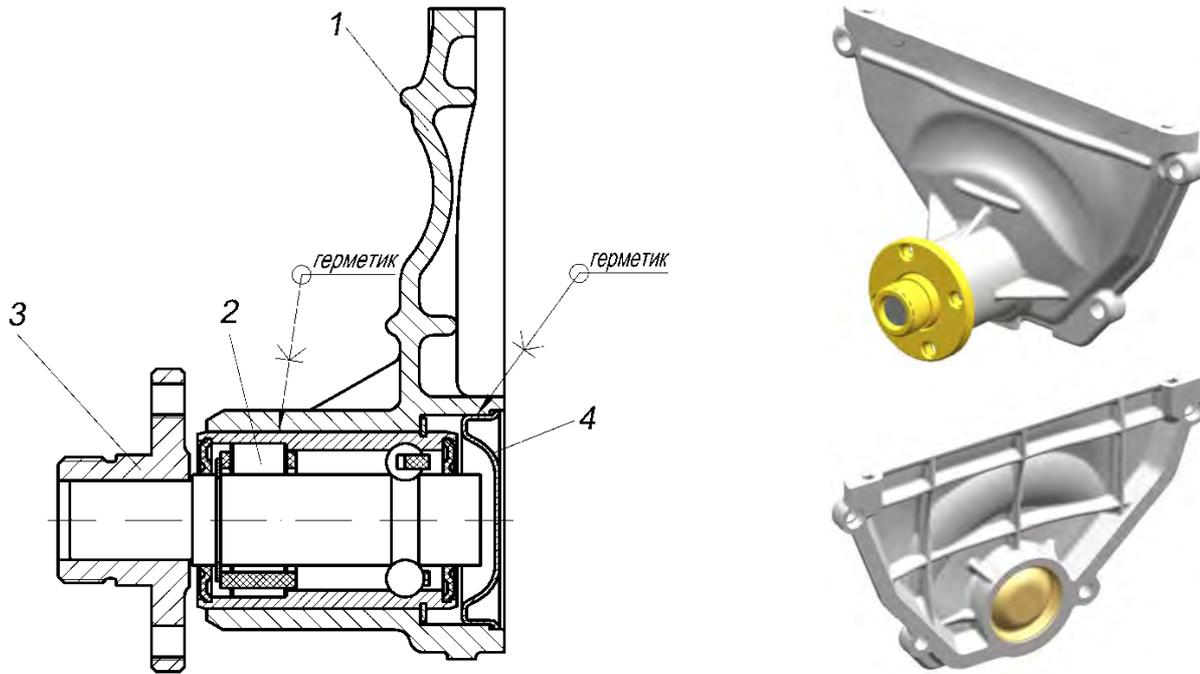

Abb. 38. Lüfterunterstützung:
**Lüfterunterstützung** (Abb. 38) - kombiniert mit der vorderen Zylinderkopfhaube. In der aus einer Aluminiumlegierung gegossenen Frontabdeckung 1 des Zylinderkopfes ist auf einem anaeroben Dichtmittel ein kombiniertes Speziallager 2 mit doppelseitiger Dichtung eingebaut, auf dessen Rolle die Nabe 3 der Lüfterscheibe gepresst wird. Das Lager ist werkseitig mit Fett gefüllt und muss im Betrieb nicht nachgefettet werden. Zylinderkopfseitig ist das Lager durch einen auf einem anaeroben Dichtmittel montierten Deckel 4 verschlossen.